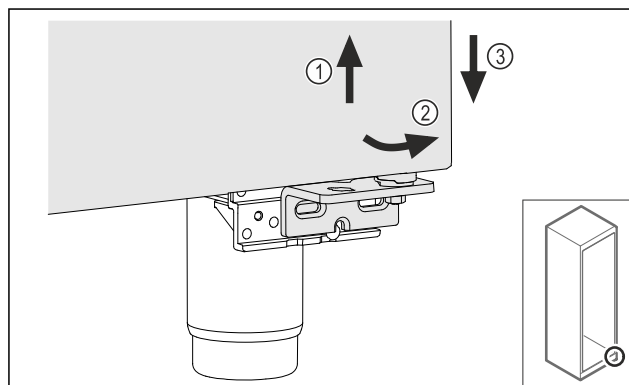

Fig. 20
- ▶ Ανασηκώστε ελαφρώς την πόρτα Fig. 20 (1), γείρετέ την κάτω προς τα εμπρός Fig. 20 (2) και κατεβάστε τη Fig. 20 (3).